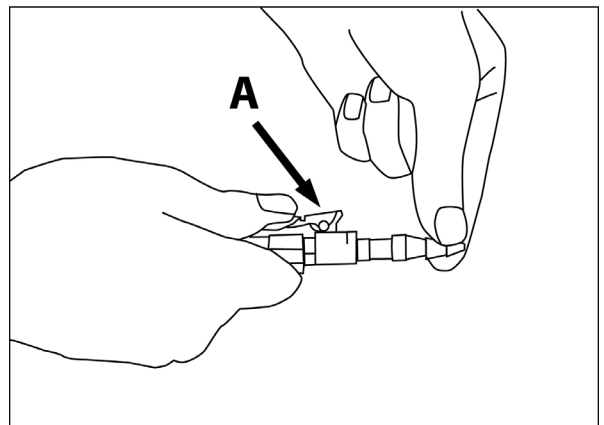

Рис.16.
- Нажав на язычок **A**, вставьте переходное устройство в шланг (рис. 16).
Утопите переходное устройство в шланге, как показано на рис. 16, и отпустите язычок **A**. Чтобы зафиксировать переходное устройство в нужном положении, слегка поверните его вокруг своей оси по часовой стрелке.